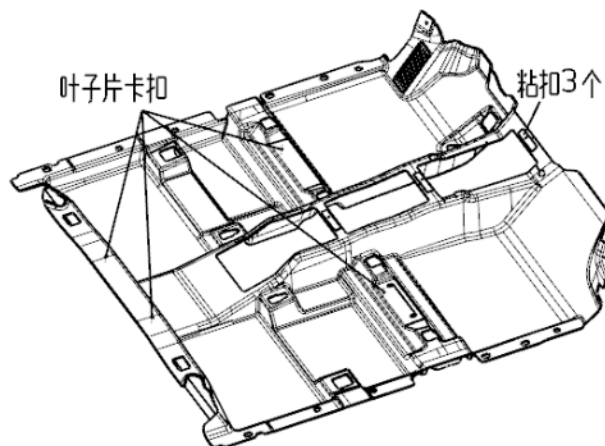

图 1-13-2 地毯安装结构图
- a. 地毯固定点：用一字螺丝刀轻轻撬起卡扣头部，然后用手向上将其取出。相同的方法即可将图 1-13-2 所示卡扣拆卸完毕，再将 3 个粘扣打开，然后双手拉起地毯的后部边缘，再水平往后慢慢拽出地毯，直至整个地毯总成完全取出。